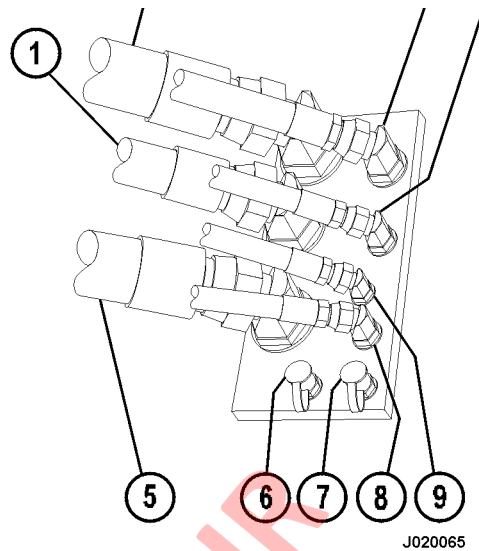

FIGURA 4-1. MANGUERAS DEL FRENO TRASERO
18. Mueva uno de los manómetros (BR o BF) al puerto de presión de liberación del freno de estacionamiento (PK2) (14, Figura 4-1).
29. Mueva ambos manómetros de 20 685 kPa (3000 psi) de vuelta a los puertos de prueba "BF" (21, Figura 4-1) y "BR" (22) en el gabinete de frenos hidráulicos.
33. Encienda el interruptor de arranque, pero no arranque el motor. Espere dos minutos, luego revise la lectura en el puerto de prueba de presión baja del acumulador (LAP1) (15).
34. Abra muy lentamente la válvula de purga del acumulador del freno delantero (9) mientras observa la presión en disminución en el puerto de prueba de baja presión del acumulador (LAP1) (15).
35. Cierre la válvula de purga del acumulador del freno delantero (9, Figura 4-1). Registre las presiones de aplicación del freno delantero y trasero después de que ocurrió la aplicación automática.
39. Abra muy lentamente la válvula de purga del acumulador del freno trasero (7) mientras observa la presión en disminución en el puerto de prueba de baja presión del acumulador (LAP1) (15).
40. Cierre la válvula de purga del acumulador del freno trasero (7). Registre las presiones de aplicación del freno delantero y trasero después de que ocurrió la aplicación automática.